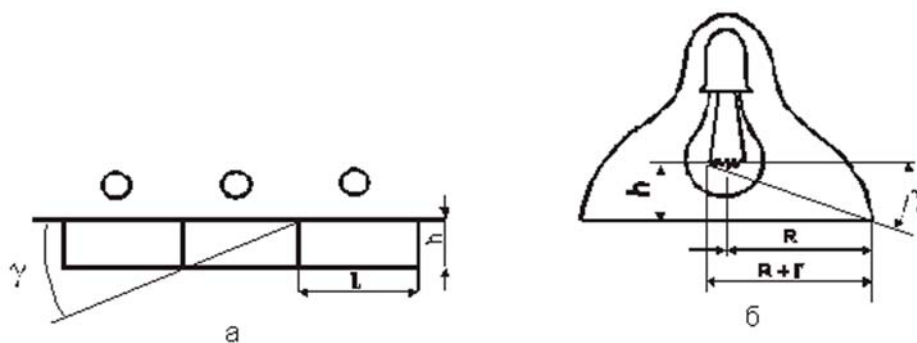

Рис. 4.2. Защитный угол, создаваемый экранирующей решеткой (а) и отражателем (б)
l — максимальное расстояние от основания высоты до края входного отверстия или между экранирующими элементами решетки (для светильников с люминесцентными лампами), м (рис. 4.2).
12. Измерить h и R светильника (см. рис. 4.2).